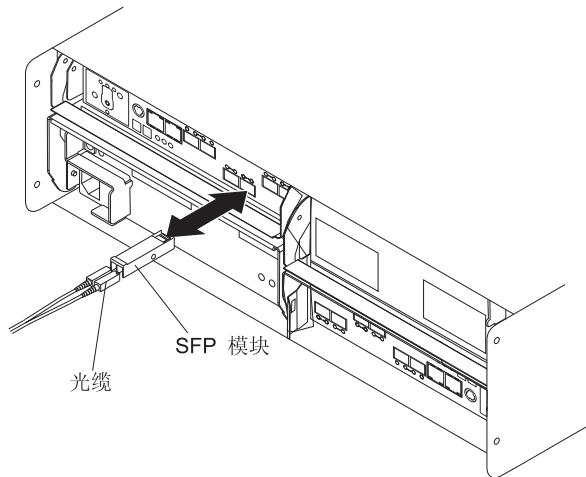

图 26. 在支持的 DS5020 存储子系统中安装 SFP 模块和 LC-LC 电缆
2. 如第 39 页的图 26 所示，将 LC-LC 光缆连接到 SFP 模块。
注：图 26 显示 DS5020 存储子系统。所示的 DS5020 存储子系统仅用于举例说明目的。